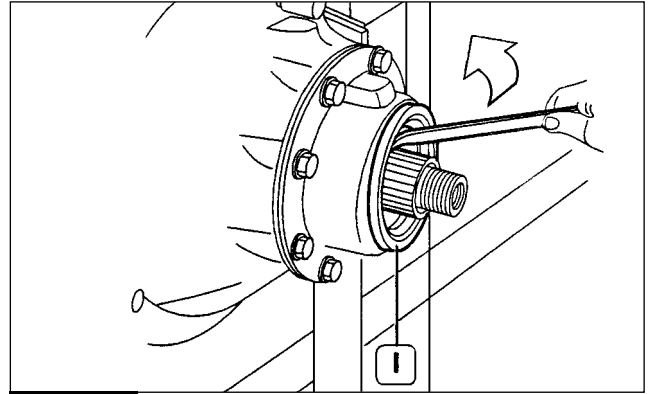

Fig. 66
7. Accionando la palanca en el sentido indicado por la flecha, extraer el anillo exterior estanco de goma (1). (Fig. 66)